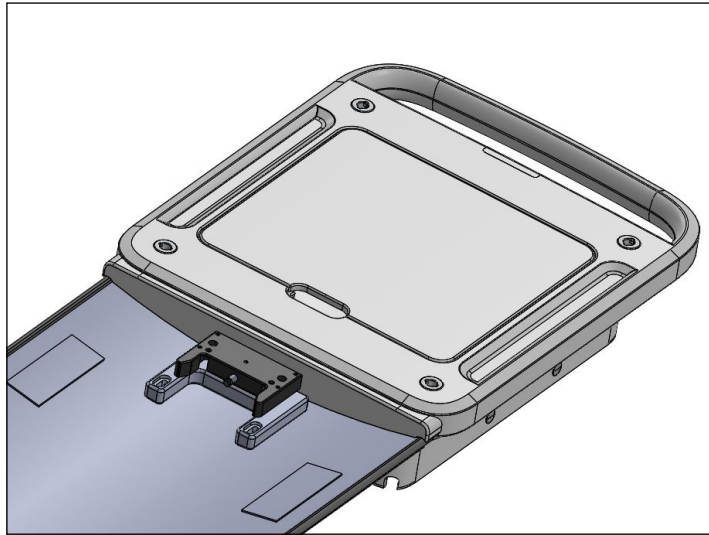
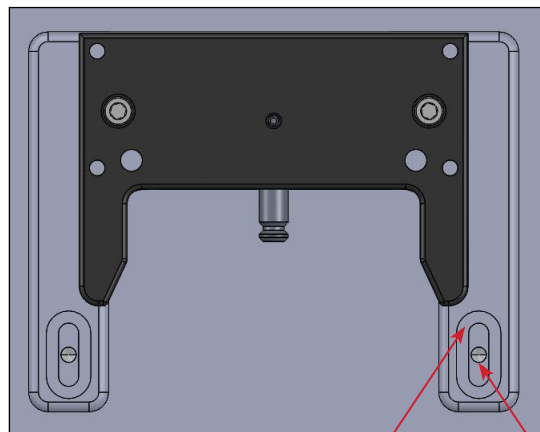

图 26
图 27
2. 将脚端安装配件置于 CT 床板上, 使其始终位于床板的背面 (图 26)。将脚端安装配件上的槽与床板上的螺钉孔对准 (图 27)。